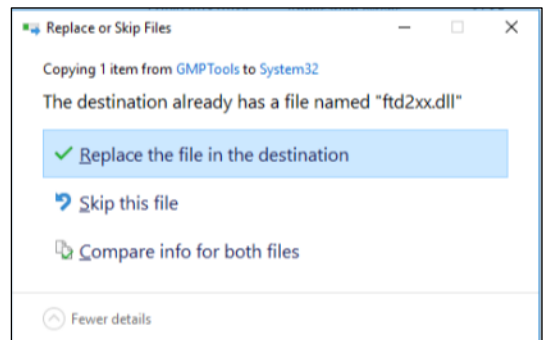

Fig. 2.1
- Si el archivo ya existe deberá sustituir el archivo en destino (Fig. 2.1)